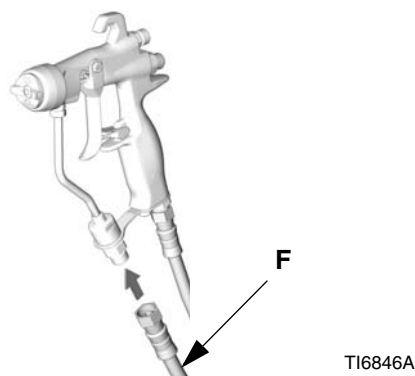

FIG. 4
2. Koppla färgslangen (F) till färganslutningen på pistolen. Se FIG. 4. Om så önskas kan en färgsvivelkoppling (189018) monteras på pistolintaget för att göra pistolen mera lättmanövrerad. Se avsnittet Tillbehör, sidan 35.